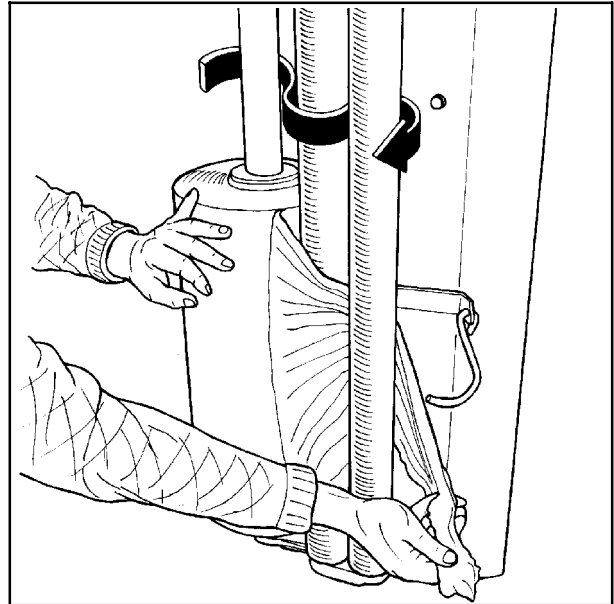

Bild 5-2
- 5.3 Die Folie wie abgebildet in Richtung der Pfeile zwischen den Rollen des Vorspanners hindurchziehen, siehe Abb. 5-2. (Siehe auch Schild am Wickelarm.)